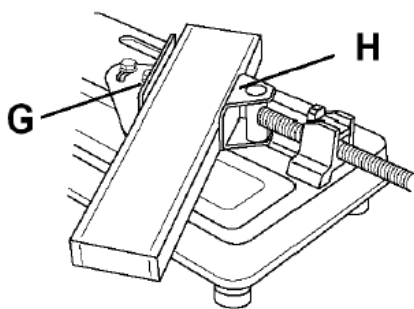

Fig. 5
1. Найдите два болта с шестигранными головками за планкой тисков (G) (рис. 5).
Найдите два болта с шестигранными головками за планкой тисков (Рис. 5).